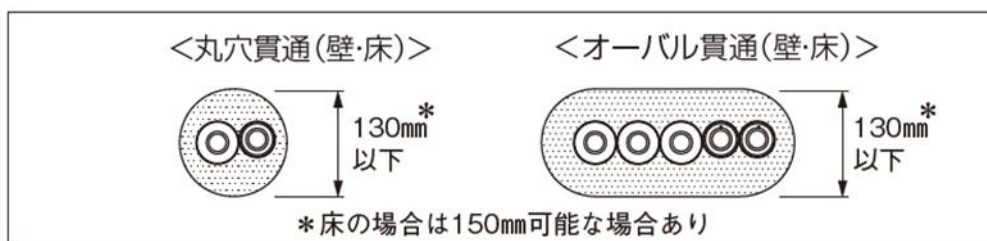

図4-4 丸穴貫通の場合
- ・丸穴の場合は、占積率を考慮し、開口径は壁φ130以下、床φ130（φ150が可能な場合あり）以下にして下さい。オーバル形状の場合は矩形開口寸法以内に入るようにして下さい（図4-4）。